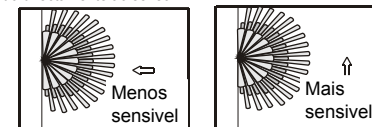

FIG.1
- Não se mova directamente para o sensor mas através do seu campo de cobertura (Fig.1)